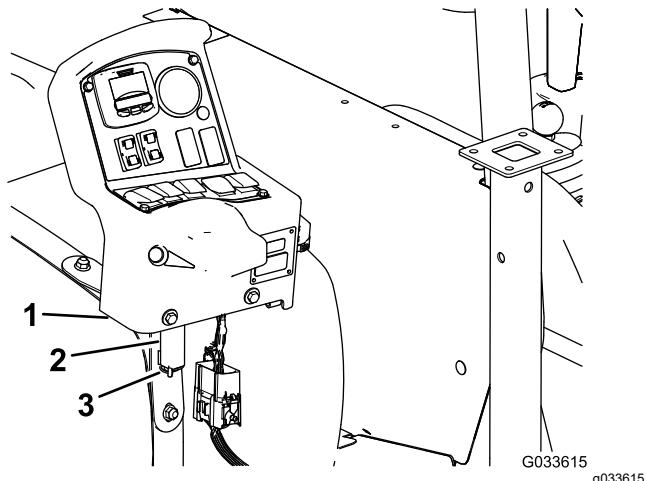

Figure 98
7. Déposez la console de son support sur la planche de bord de la machine et alignez l'axe de pivotement de la console et le support de rangement au niveau de la sangle avant de la cuve (Figure 98) ; voir Montage de la console de commande sur la machine \(page 19\).
8. Fixez la console au support et fixez l'axe de pivot au support avec la goupille fendue (Figure 98).